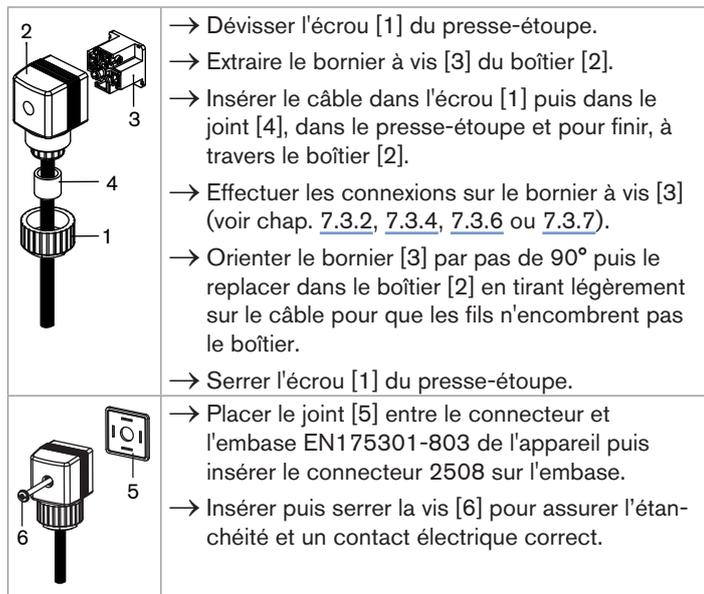

Fig. 10 : Assemblage du connecteur femelle type 2508 (fourni)
- Dévisser l'écrou [1] (voir Fig. 10) du connecteur femelle 2508 fourni avec l'appareil.